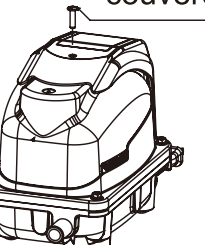

Figure 1
① Débranchez la fiche de la prise électrique avant d’ effectuer le travail.
② Retirez la vis de fixation du couvercle du boîtier. (Figure 1)